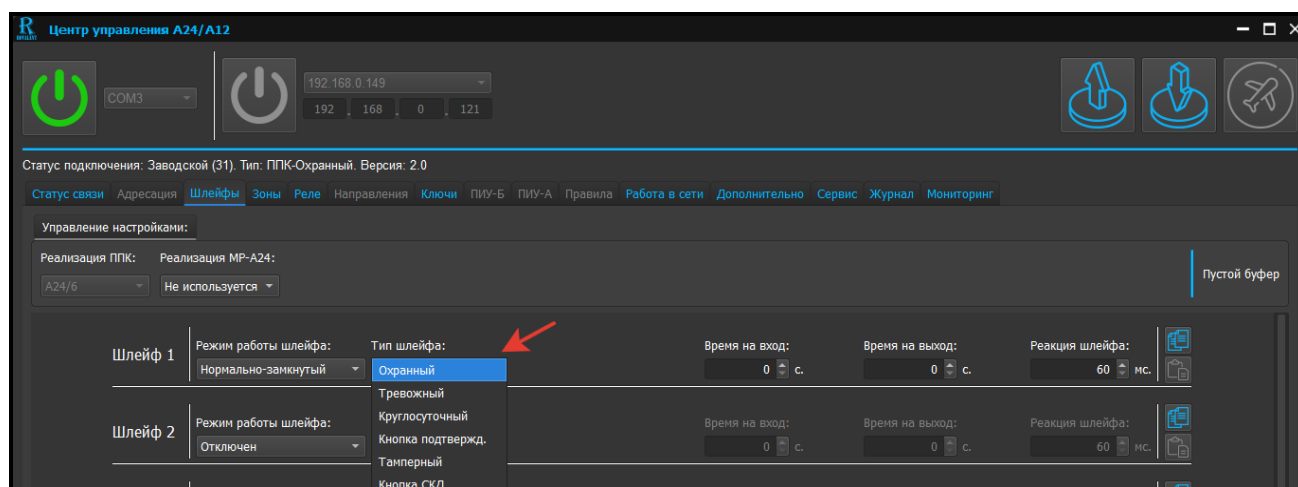

Рис. 18. Скриншот вкладки «Тип шлейфа»
4.1.2 Вкладка «Тип шлейфа» (см. рисунок 18)